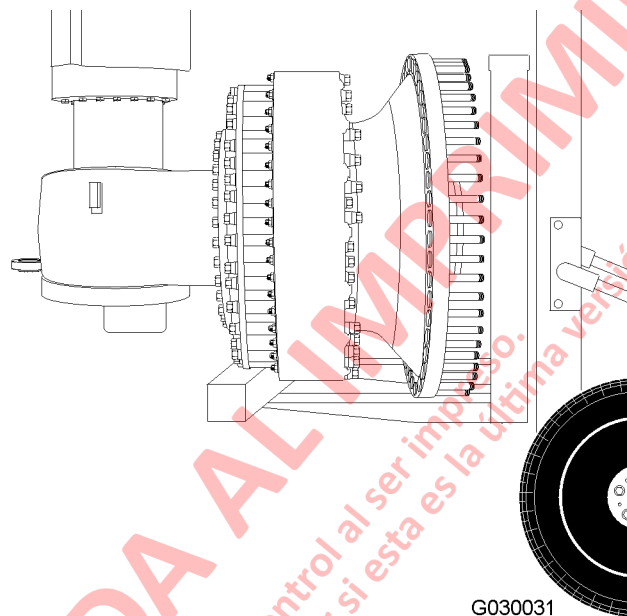

FIGURA 3-3. DISPOSITIVO DE ELEVACIÓN TÍPICO (ELEVADOR DE HORQUILLA)
3. Coloque el husillo y el conjunto del cubo de la rueda en una grúa horquilla o dispositivo de levante similar, como se muestra en Figura 3-3.